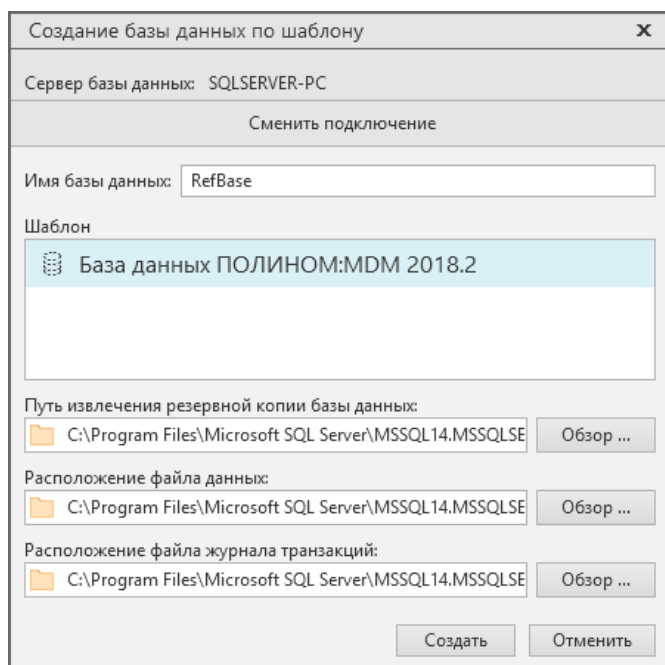

Рис. 3.52
6. Введите имя базы данных и выберите шаблон (рис. 3.52).